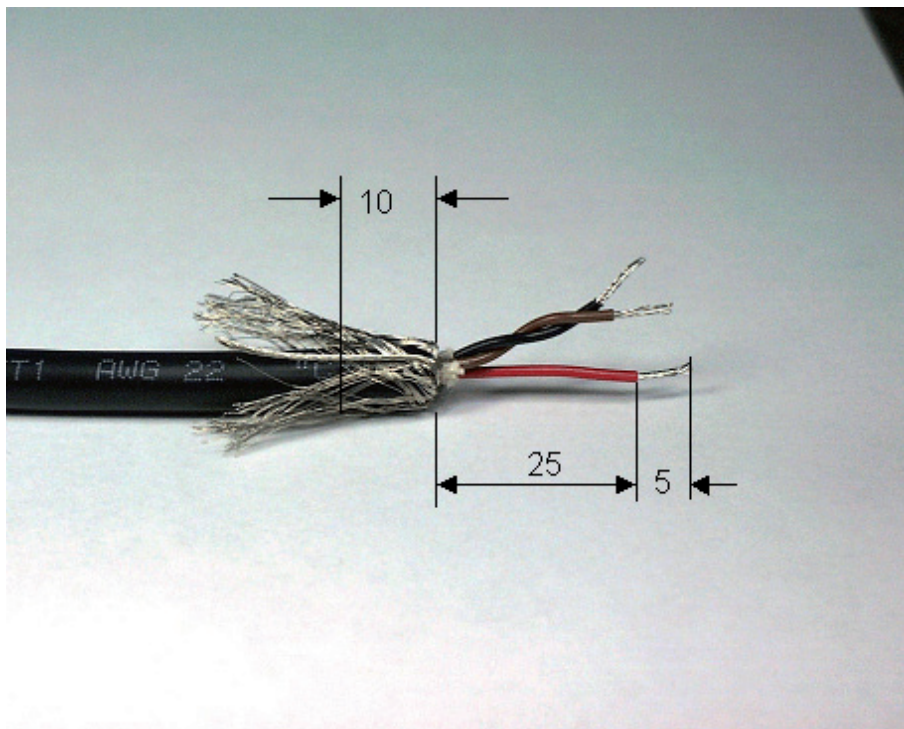

图 8.1. 准备电缆
- 用2x2的绞线举例（图8.1）：
- 从根部剪掉屏蔽包线10毫米，如图8.1所示。
- 从电缆根部剪掉外部绝缘层大约40毫米然后把屏蔽包线翻过来（如图8.1所示）。
- 从根部剪掉10毫米的屏蔽层（见图8.1）